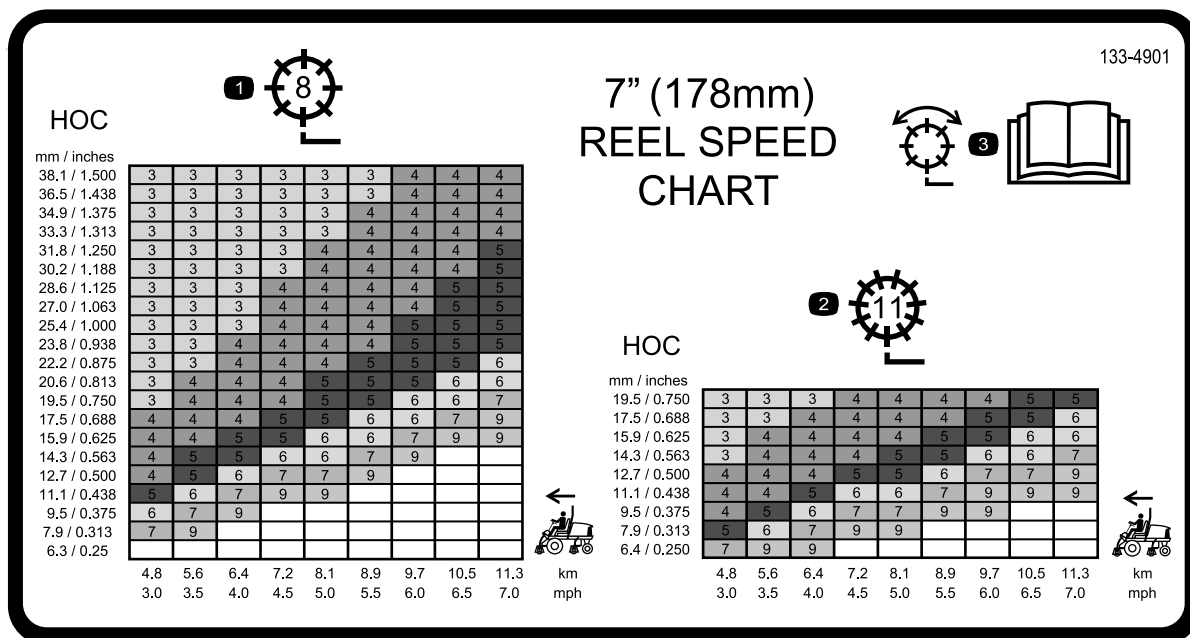

Figura 41
3. Utilizzate il grafico sulla tabella di velocità dei cilindri (Figura 40 e Figura 41) per determinare l'impostazione opportuna della velocità dei cilindri.